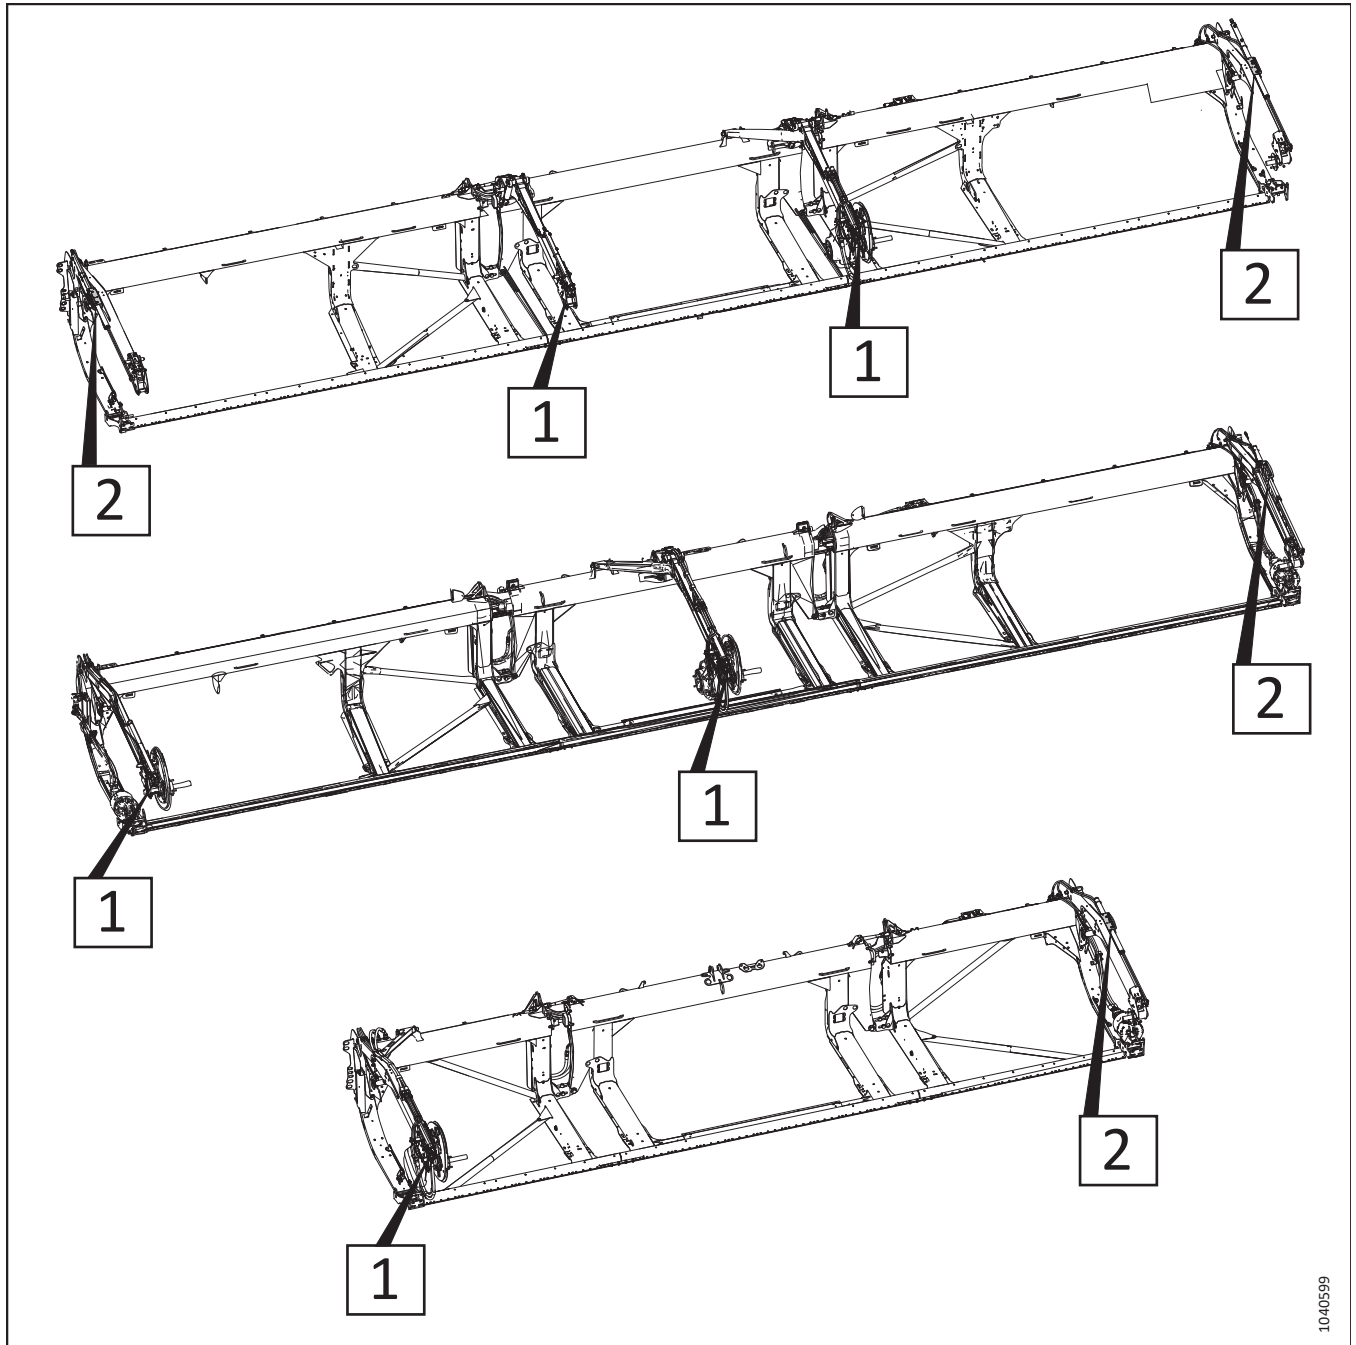

Figura 3.195: Cilindri față-spate reglabili – Numere de referință ale procedurii
6. Consultați Figura 3.195, pagina 175 pentru a determina procedurile de reglare a cilindrului față-spate pentru tipul de heder. Numărul de pe ilustrație se referă la una dintre următoarele proceduri: